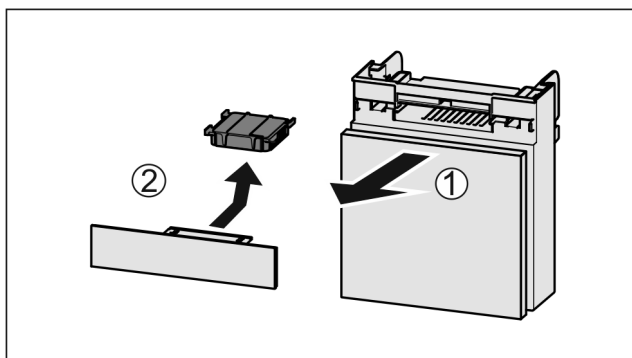

Fig. 222
- Fach nach vorne herausziehen Fig. 222 (1).
- Aktivkohlefilter entnehmen Fig. 222 (2).